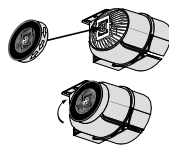

Рис. 9
Для Вашей вытяжки предусмотрена установка двух угольных фильтров. Они устанавливаются на защитные решетки корпуса мотора путем легкого поджатия и поворота их по часовой стрелке. Для снятия угольного фильтра, его следует слегка поджать и повернуть против часовой стрелки. (см. рис. 9)
8. Если Ваша вытяжка будет работать в режиме рециркуляции, на короб мотора необходимо установить угольные фильтры (в комплект поставки не входят) (рис. 9). При этом режиме установка воздуховода на вытяжку не требуется.